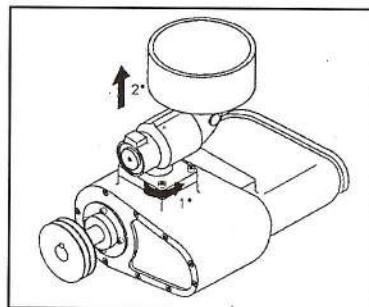

Fig. 6
- 1- Desmontar el regulador de aspiración, para lo cual, simplemente, hay que soltar los cuatro tornillos que lo sujetan y levantarla (fig. 6).